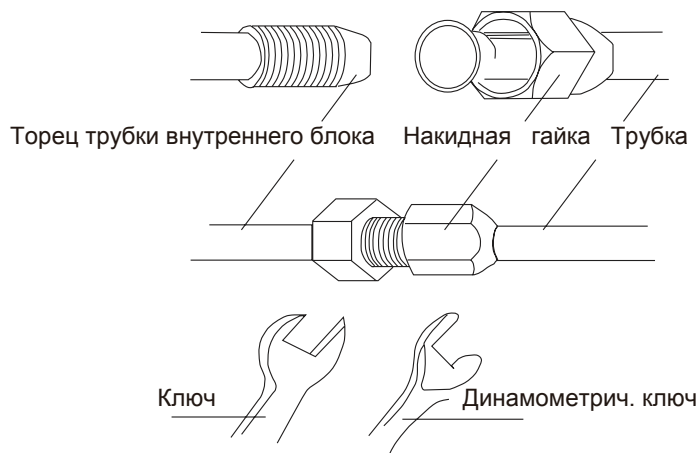

Рис.4.2
- (1) Отцентрировать раструб медной трубки с центром конусной гайки и затем закрутить гайку рукой (см. рис. 4.2).
- (2) Закрутить накидную гайку динамометрическим ключом.